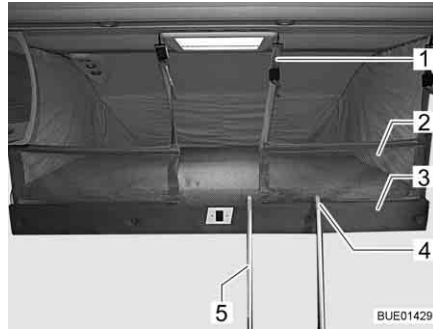

Bild 128 Höjbar säng med uppspant skyddsnet
Om det finns ett skyddsnet, ligger skyddsnetet (Bild 128,2) med säkerhetsremmarna befinner sig under madrassen i den höjbara sängen. Skyddsnetet ska först monteras när personerna som ska sova där befinner sig på den höjbara sängen.
- Haka fast säkerhetsremmarna (Bild 128,1) i krokarna i taket.
- Haka in trappstegens (Bild 128,5) två byglar (Bild 128,4) på den höjbara sängens list (Bild 128,3).